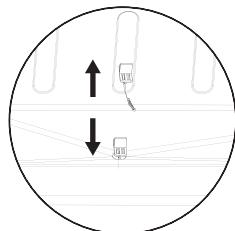

Fig. 1
- Pour assurer une bonne évacuation de l'eau de dégivrage, utilisez régulièrement le filtre d'évacuation du sac fourni pour nettoyer l'orifice d'évacuation de l'eau de dégivrage. Cette ouverture est située sur la paroi arrière du compartiment réfrigérateur (voir Fig. 1). Le filtre de vidange doit toujours être inséré dans l'orifice de vidange afin d'éviter toute obstruction causée par des saletés.